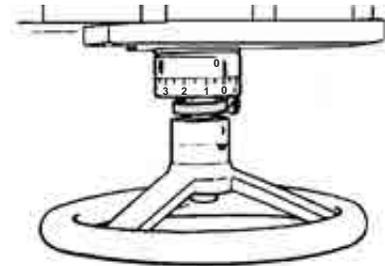

Fig. 6
- d) Ponga en cero el anillo graduado que acciona la consola (Fig. 6).